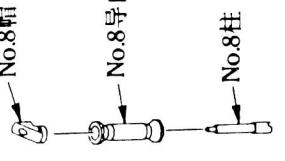

图34
步骤：①按图34所示，先取下No.8导向帽，然后取下No.8导向套筒；
- ②重新安装时，把No.8导向帽插到No.8导向柱上，然后将导向帽按下并左右旋转之。
②重新安装时，须进行磁带走行系统的检查和调整。